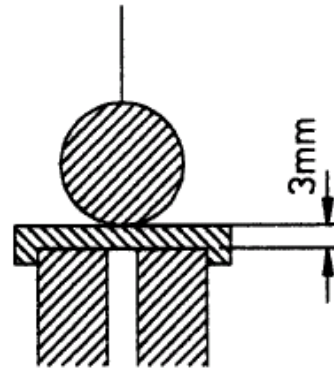

Fig. 7 Distancia entre la masa del péndulo y el electroimán
- Se ajusta en aprox. 3 mm la distancia entre la masa del péndulo y el electroimán. Esta distancia se logra cuando la masa empieza a tocar el disco de ajuste sobrepuesto (ver Fig. 7). Con distancias mayores el efecto del mecanismo de excitación es muy débil.